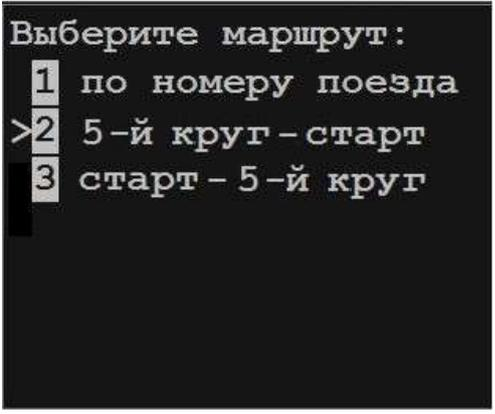

Рисунок 13 - Выбор маршрута
3.4 Установить «Проверочный маршрут» (маршрут, установленный при настройке стенда, п.1.5.3) (рисунок 13).